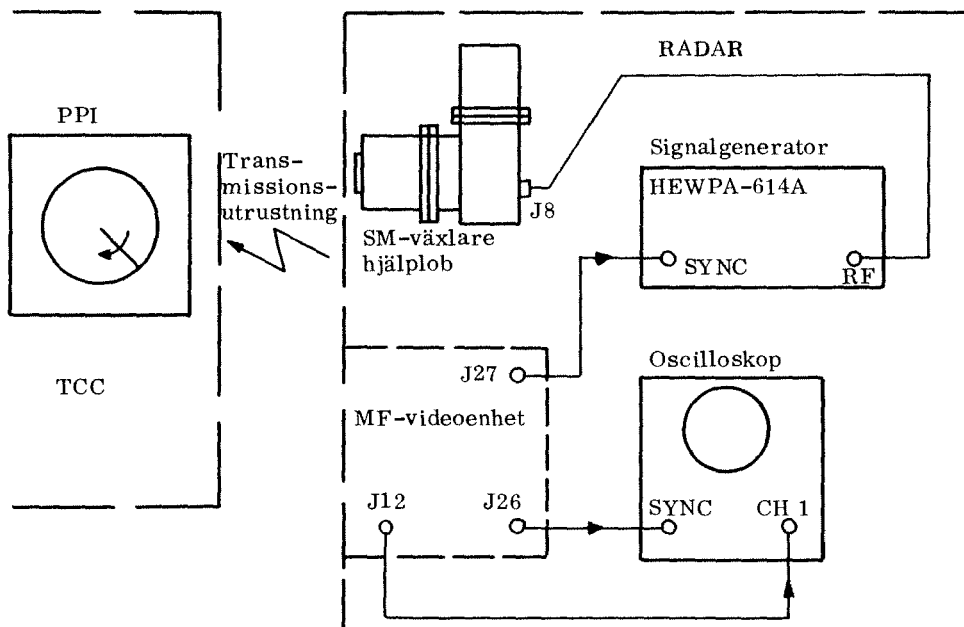

Bild 5. Uppkoppling för mätning av MDS
- Anslut provutrustningen till radarstationen enligt bild 5.